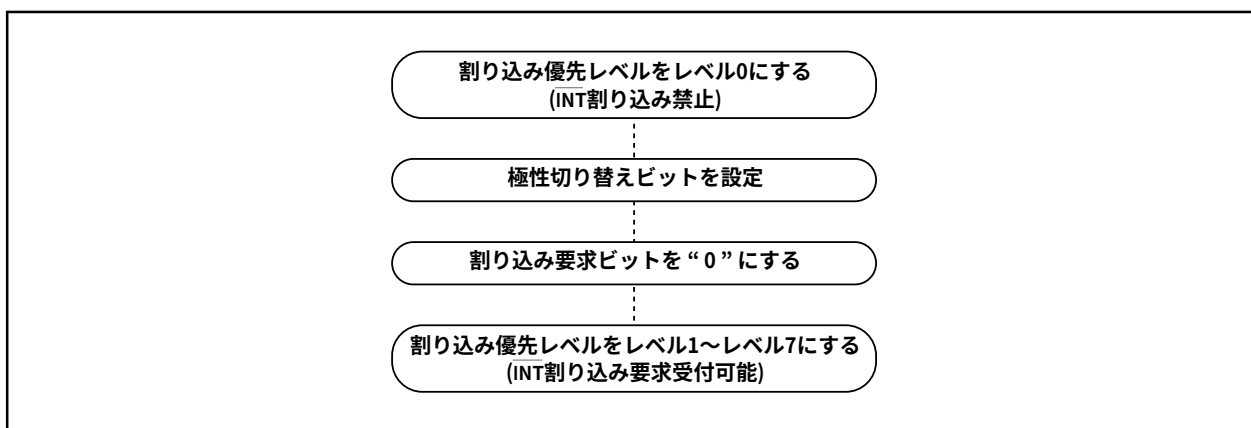

図1.27.1. INT割り込み発生要因の切り替え
- INT0～INT5端子の極性を切り替えるときに割り込み要求ビットが“1”になることがあります。切り替えを行った後、割り込み要求ビットを“0”にしてください。INT割り込み発生要因の切り替え手順例を図1.27.1に示します。